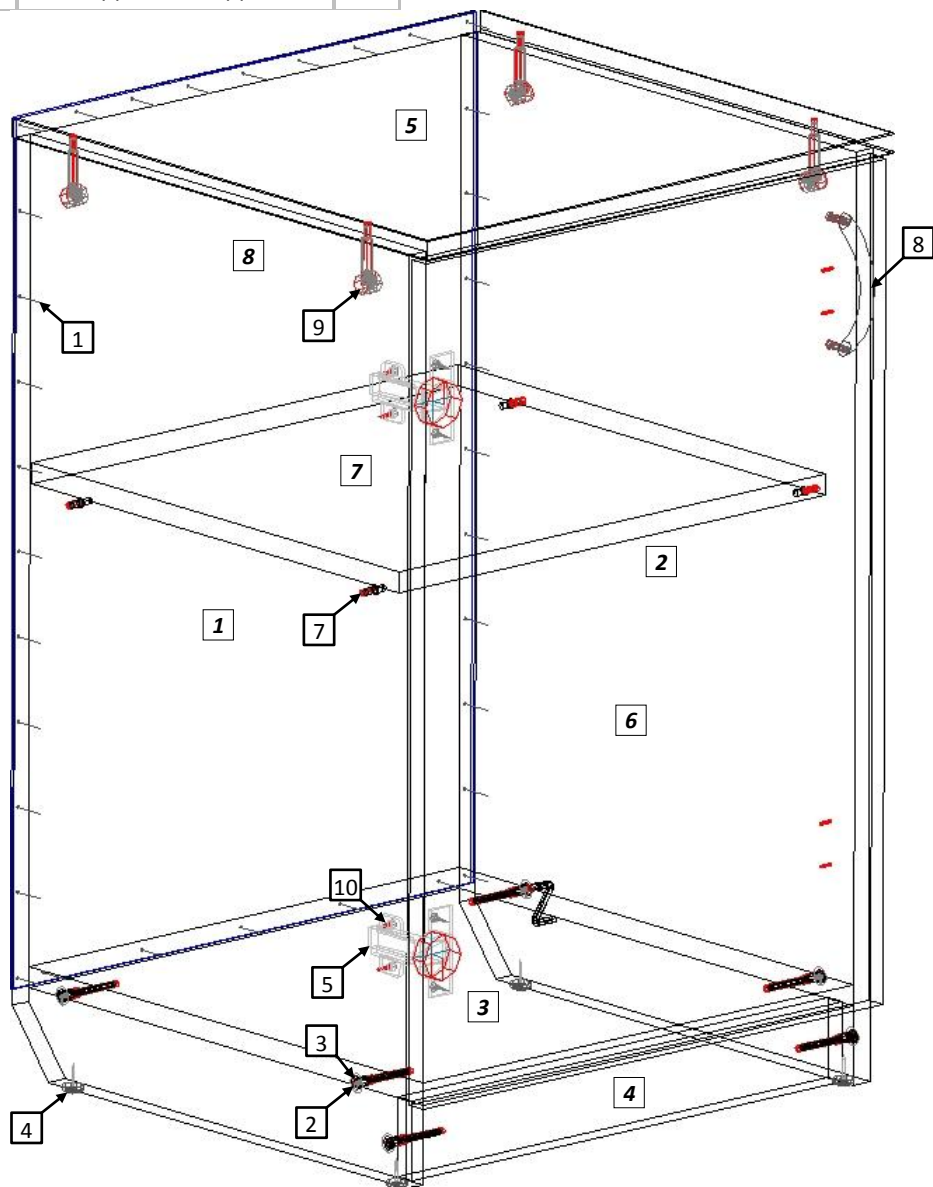

Рис. 1
- 4.1 Внимательно ознакомьтесь со схемой сборки, изображённой на рис. 1, сверяясь с комплектующей ведомостью на изделии. Согласно позициям на схеме и комплект. ведомости определите расположение деталей в изделии и порядок их сборки. Сборка производится на ровном полу, укрытом материалом, предотвращающим повреждение покрытия пола и деталей мебели. Подготовьте необходимые для сборки инструменты – плоскую и крестовую отвёртки, молоток, рулетку или линейку.
- 4.3 Евровинтами (2), как показано на рис. 1, соедините вертикальные боковые стенки [1, 2] с горизонтальной нижней стенкой [3] и цоколем [4]. Установите крышку. Затяжка соединения производится путём поворота эксцентриков до упора в направлении стрелки, выштампованной на корпусе стяжки. Гвоздями (1) закрепите заднюю стенку ДВПО [8].